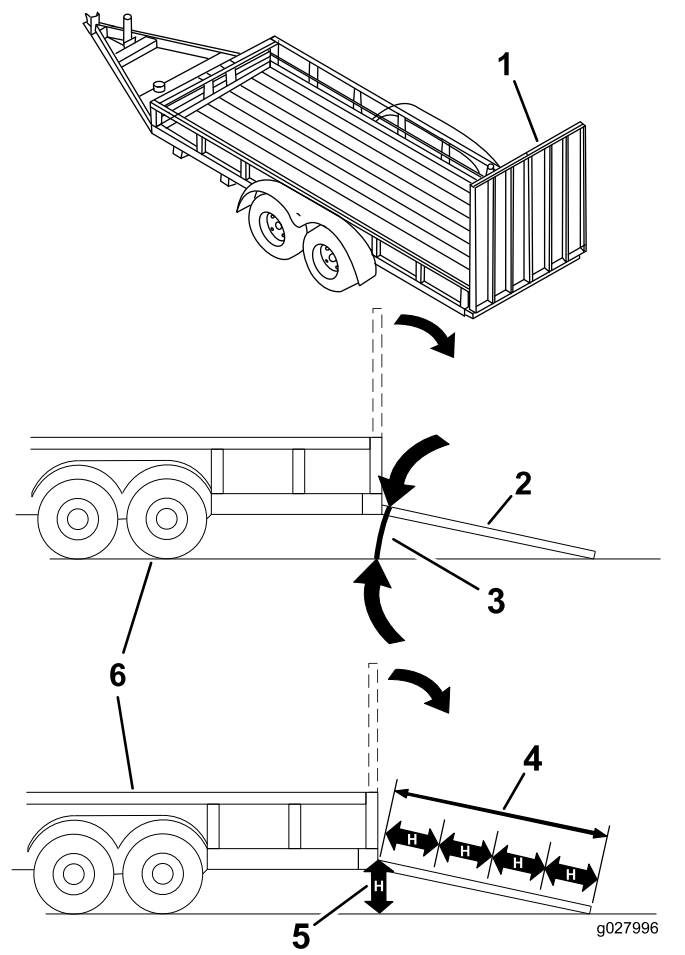

Figura 37
Încărcarea unei maini pe o remorcă sau un camion crete riscul de răsturnare i poate cauza răniri grave sau moartea (Figura 37).
3. Coborâi rampa, asigurându-vă că unghiul dintre rampă i sol nu depăește 15 grade (Figura 37).
1. Coborâi rampa, asigurându-vă că unghiul dintre rampă i sol nu depăește 15 grade (Figura 37).